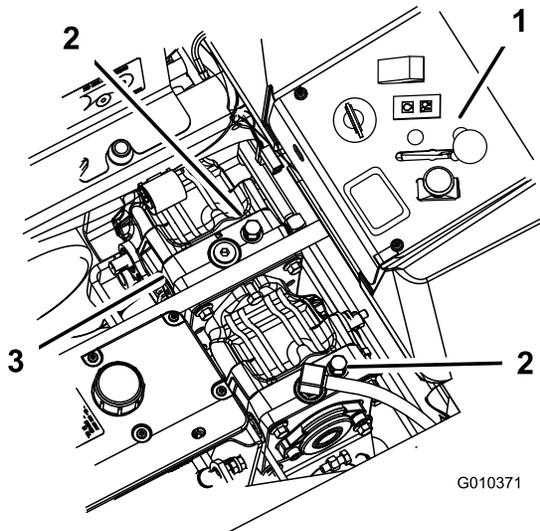

Figura 39
3. Rode as válvulas de derivação no sentido contrário aos ponteiros do relógio 1 volta para empurrar (Figura 39).
Rode as válvulas de derivação no sentido dos ponteiros do relógio 1 volta para operar a máquina (Figura 39).